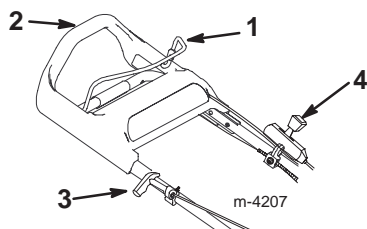

Figure 6
La poignée du lanceur, la barre de commande de la lame et la commande d'accélérateur se trouvent sur la partie supérieure du mancheron, comme illustré à la Figure 6.
4. Serrez la barre de commande de la lame contre la partie supérieure du mancheron (Fig. 6).
5. Tirez lentement la poignée du lanceur jusqu'à ce que vous sentiez une résistance, puis tirez vigoureusement (Fig. 6). Laissez le lanceur se rétracter lentement jusqu'à la poignée.